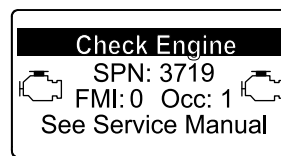

Figura 51
- Advertencia del motor SPN 3719, FMI: 0 (Figura 51)